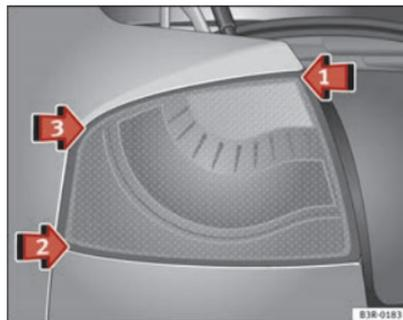
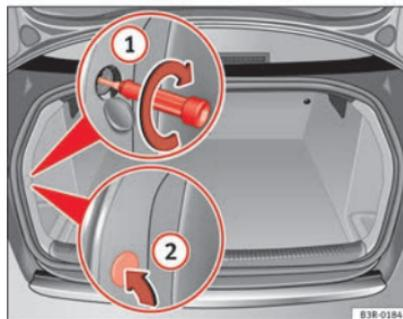

Fig. 211 Montar a unidade de luz traseira
Fig. 212 Porta-bagagens: Posição do parafuso de fixação da unidade de luz traseira ▶
- Assentar o farolim traseiro primeiro no ⇒ Fig. 211 seta ① no suporte do farolim traseiro.
- Pressionar o farolim traseiro pela ordem ② e ③ ligeiramente no suporte do farolim traseiro, até os cliques ficarem firmemente assentes nos apoios de borracha.
- Exerça uma leve pressão sobre a parte superior da unidade de luz traseira e fixe-a com uma chave de fendas através do porta-bagagens ⇒ Fig. 212 ①.
- Volte a colocar no seu lugar a cobertura do revestimento interior ②.